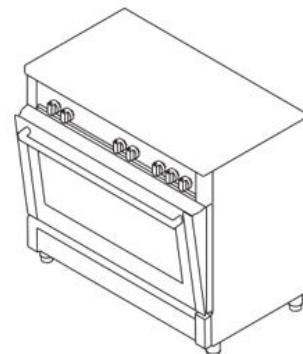

Figura 28
4. Poziționați deflectorul sub panou de comandă, fixându-l prin închiderea cu grijă a ușii (Figura 28).